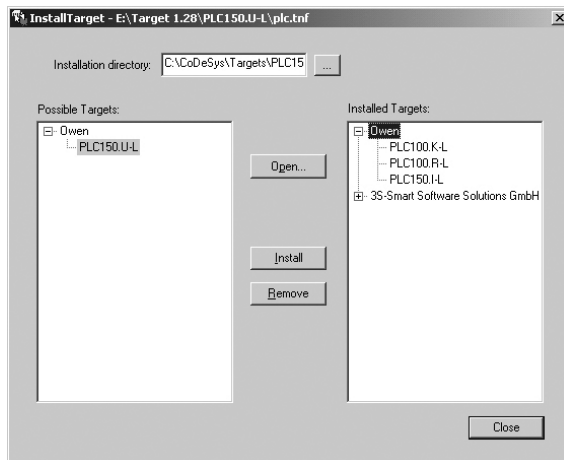

Рисунок 5.1 - Окно «InstallTarget» утилиты InstallTarget
- В открывшемся при запуске утилиты **InstallTarget** окне (рисунок 5.1) – нажать кнопку **Open** и указать путь доступа к инсталлируемому Target-файлу (имеющему расширение ***.tnf**, Target Information File). Target-файлы контроллеров ОВЕН ПЛК150 находятся на компакт-диске, поставляемом с контроллером, в папке «Target» или могут быть скачаны с сайта www.owen.ru. При скачивании с сайта папку с Target-файлами надо разархивировать и сохранить на жестком диске ПК.